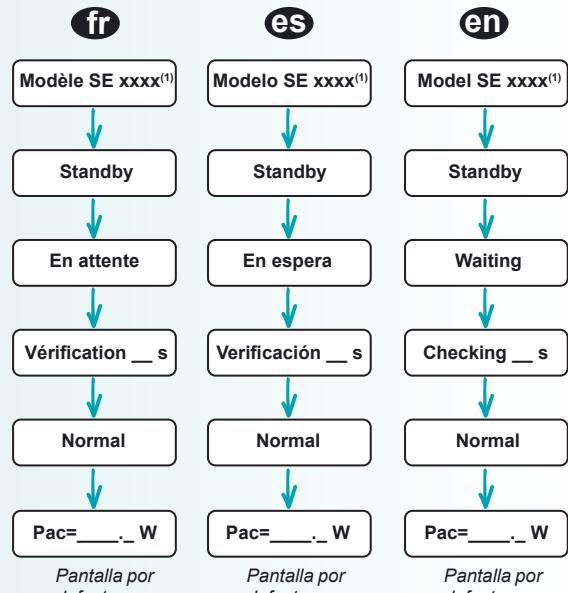

Fig. 14
- Cuando la tensión de corriente continua sea suficiente, el inversor SunEzy mostrará sucesivamente y de manera automática los datos indicados en el **diagrama siguiente** (Fig. 14) dependiendo del idioma configurado.